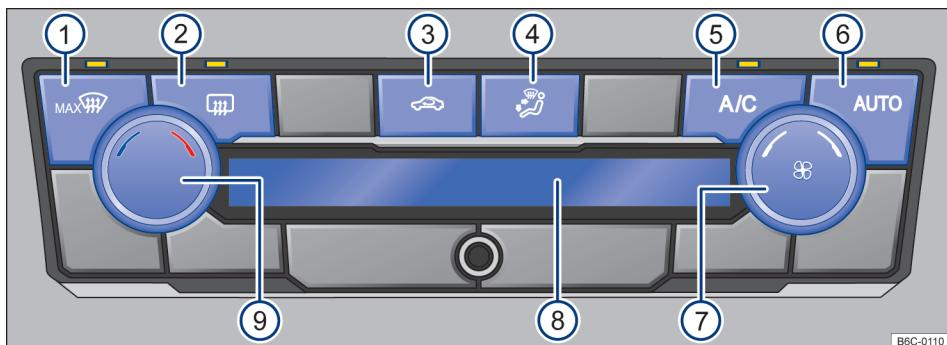

Fig. 85 Comandos do Climatronic.
- Climatronic: girar o regulador do ventilador para a esquerda até o batente → Fig. 85 ⑦
Com o botão **AUTO** → Fig. 85 ⑥ é possível ligar o modo automático do Climatronic.
mático se desliga quando a ventilação é alterada manualmente ou com a alteração da distribuição de ar através do botão → Fig. 85 ④ pressionar.
- Climatronic: girar o regulador rotativo esquerdo → Fig. 85 ⑨.
No display do Climatronic → Fig. 85 ⑧ é indicada a temperatura ajustada.
- *Climatronic*: girar o regulador do ventilador → Fig. 85 (7).
- *Climatronic*: pressionar o botão → Fig. 85 (4) para posição desejada, a distribuição selecionada será indicada no display (8).
– *Climatronic*: pressionar o botão  → Fig. 85 (1).